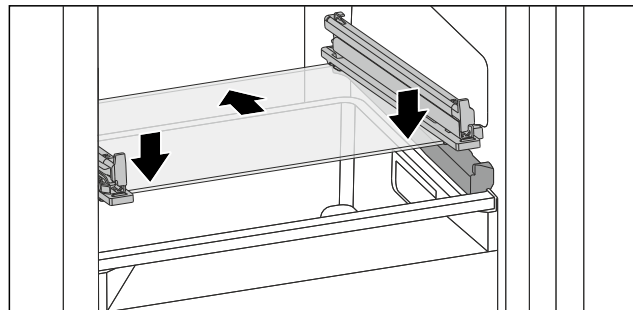

Fig. 203 Staklena ploča nagibne ladice
- ▶ Stavite ladicu ukoso iza zaustavljača. (pogledajte Fig. 203)